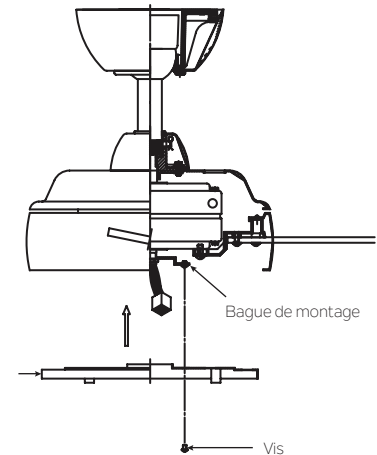

Fig. 15
**Étape 1.** Desserrez deux des trois vis sur la bague de montage, enlevez la troisième vis (que vous mettez de côté) de la bague de montage. (Fig. 15)